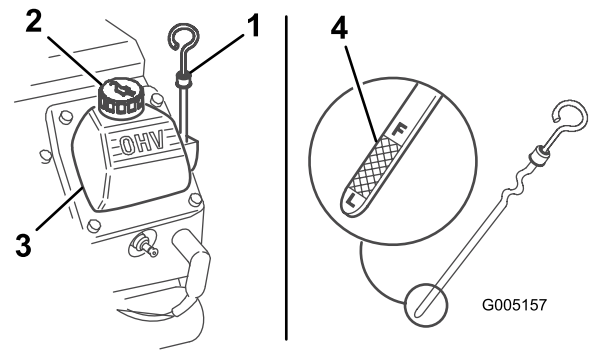

Bild 25
4. Ziehen Sie den Peilstab heraus und wischen Sie das Metallende ab (Bild 25).
5. Schrauben Sie den Ölpeilstab vollständig in das Peilstabrohr (Bild 25).
7. Reinigen Sie bei niedrigem Ölstand den Bereich um den Ölfülldeckel und nehmen den Deckel ab (Bild 25).
3. Reinigen Sie den Bereich um den Ölpeilstab (Bild 25).
12. Entfernen Sie den Ölfülldeckel (**Bild 25**) und gießen Sie ungefähr 80 % der angegebenen Ölmenge langsam in die Ventilabdeckung ein.